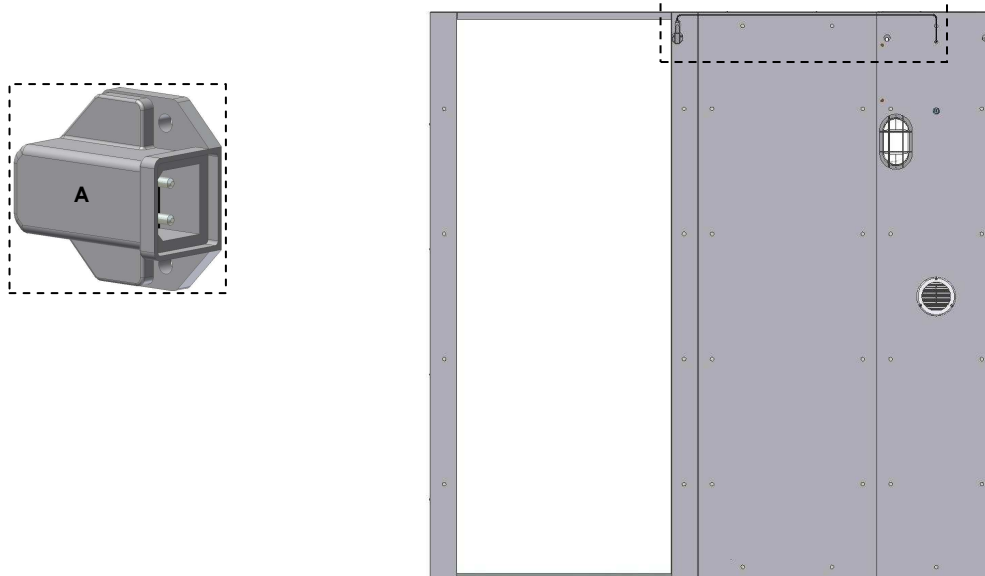

Fig. 1
- Encaisser le câble qui se trouve dans l'unité de refroidissement dans la pièce **A** (Fig. 1).